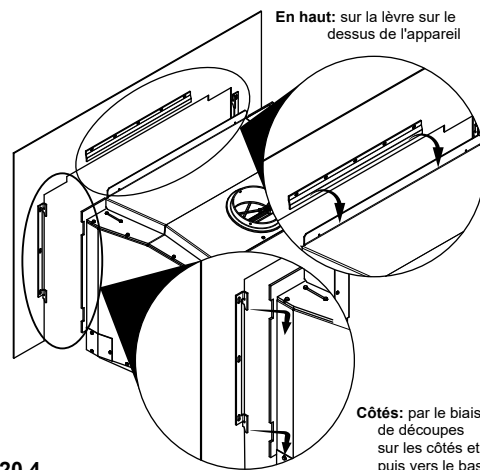

Figure 20.4
4. Soulevez l'encadrement en avant de l'appareil (Figure 20.4).